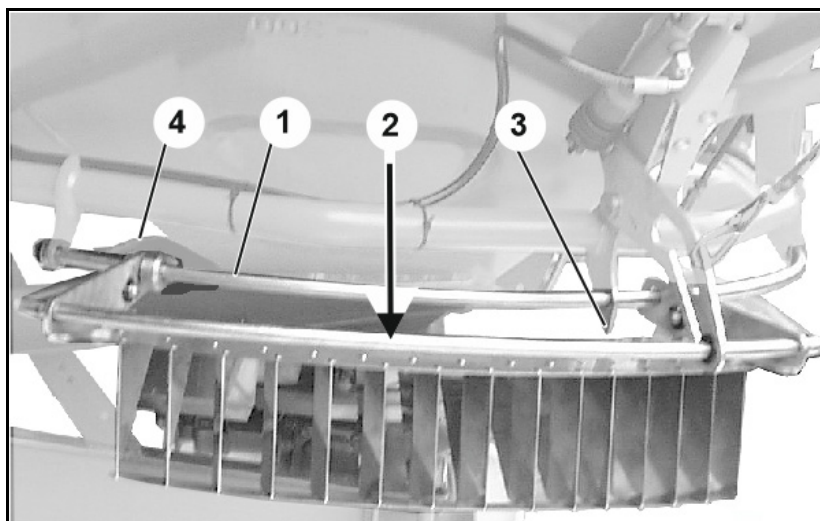

Рис. 76
- Настройка осуществляется перемещением отражающего щитка по направляющей скобе (Рис. 76/1).
- Считываемые в таблице норм внесения удобрений значения вновь находятся на отражающем щитке (Рис. 76/2).
- Острие крепления цилиндра служит в качестве стрелки для установленного значения (Рис. 76/3).
1. Ослабьте поворотную рукоятку (Рис. 76/4).